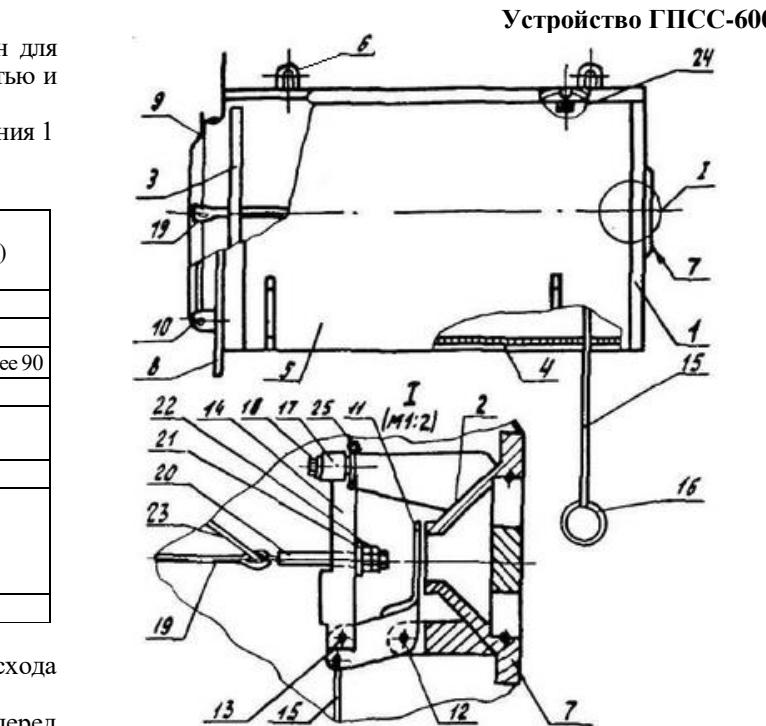

Рис.2
6.9 Произвести монтаж генератора на резервуаре в соответствии с рис.2, горизонтально сеткой-4 вниз